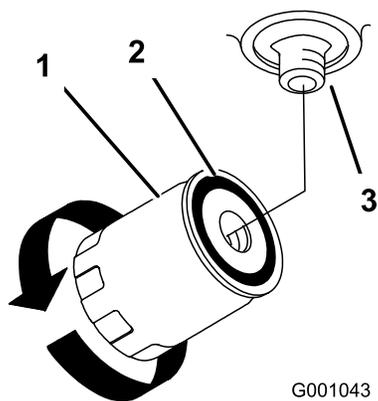

Рисунок 71
4. Снимите старый фильтр и начисто протрите поверхность прокладки переходника фильтра (Рисунок 71).
7. Поверните фильтр по часовой стрелке до контакта резиновой прокладки с переходником фильтра, после этого затяните фильтр, повернув его еще на пол-оборота (Рисунок 71).